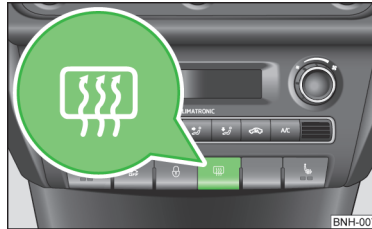

Abb. 43
**Taste für Heckscheibenbeheizung** » Abb. 43